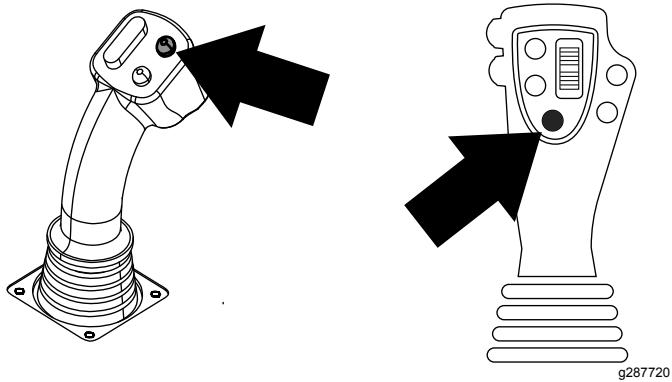
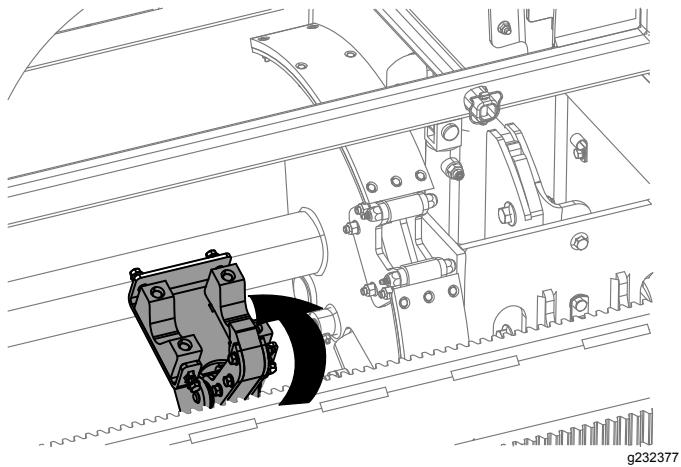

Figure 18
Figure 19
6. Maintenez enfoncé le bouton inférieur gauche sur le levier de commande à 8 boutons ou sur le bouton supérieur sur le levier de commande à 4 boutons pour saisir la tige (Figure 18) et Figure 19), puis relâchez le bouton.